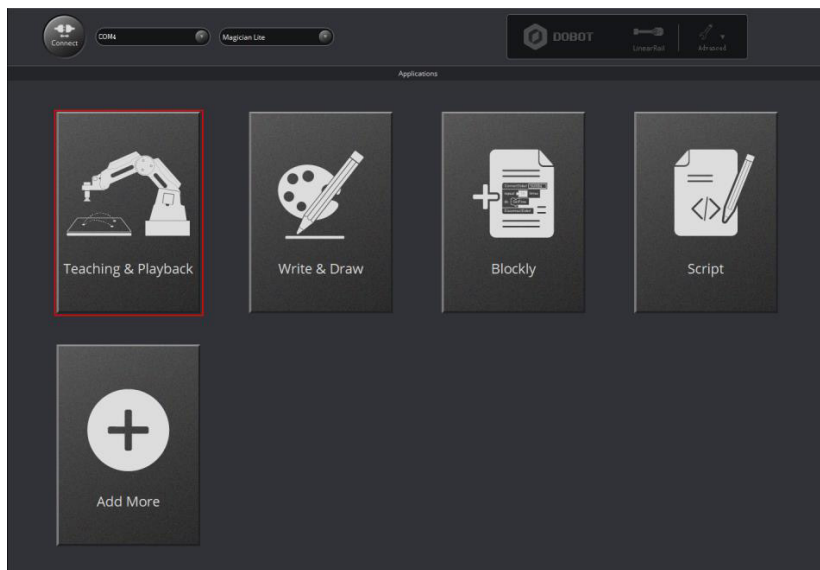

Figura 17: Clique em Teaching & Playback
3.1 Clique em Teaching & Playback, como mostrado na Figura 17: